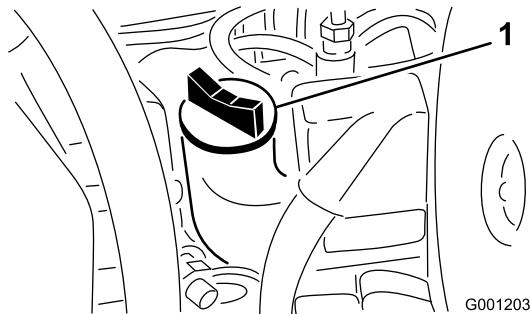

Figura 23
- Si el nivel de aceite está por debajo de la marca Lleno, retire el tapón de llenado (Figura 23) y añada aceite hasta que el nivel llegue a la marca Lleno de la varilla. **No llene demasiado.**